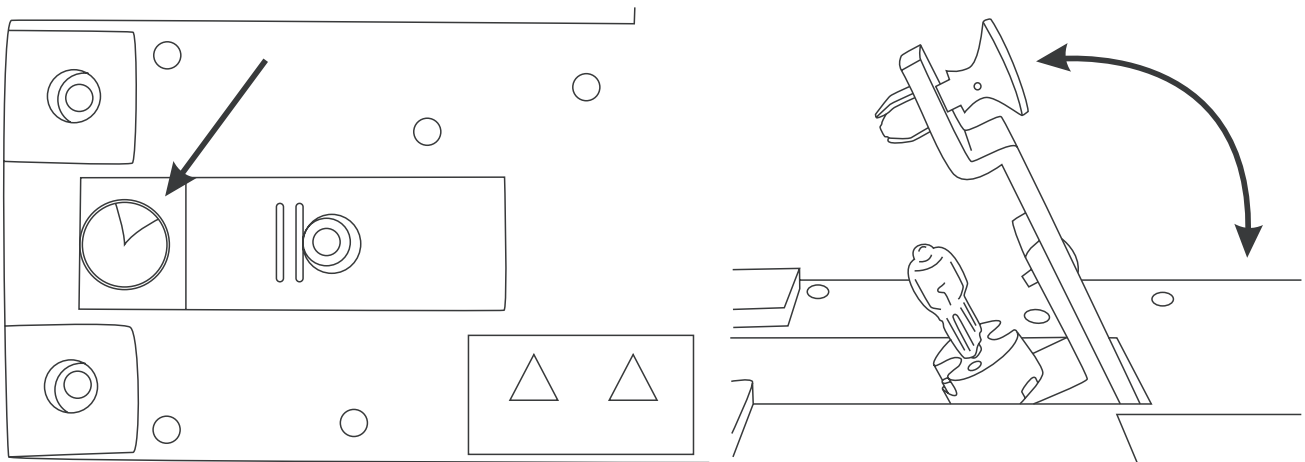

Рис. 17. Замена галогенной лампы у микроскопов Микромед 1 вариантов 2-20 $\times$  и 3-20  $\times$ .
- Потяните в направлении на себя кнопку отсека лампы (рис. 17, слева) и поверните держатель лампы.